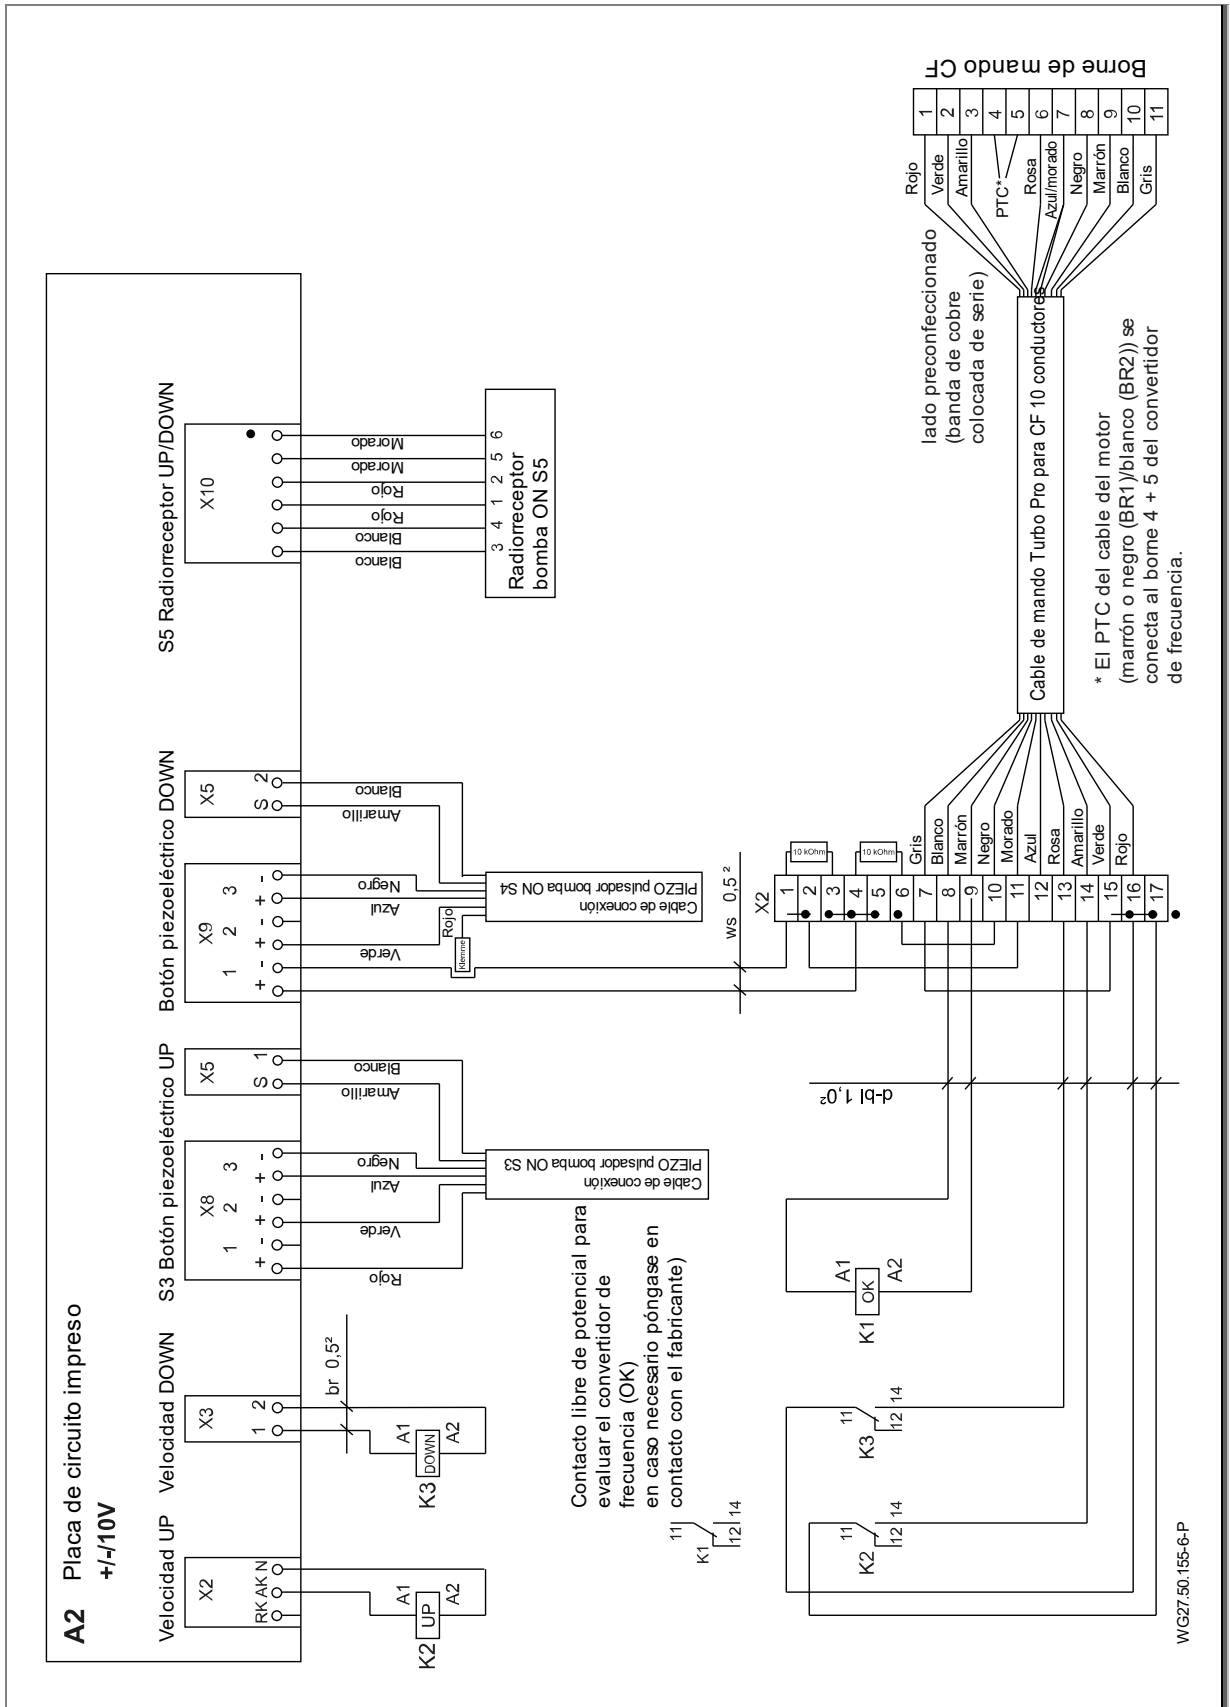

Fig. 20
14. Los conductores para el PTC (marrón o negro (BR1)/blanco (BR2)) deben cablearse según el esquema de contactos. Ver "Fig. 20", página 26.